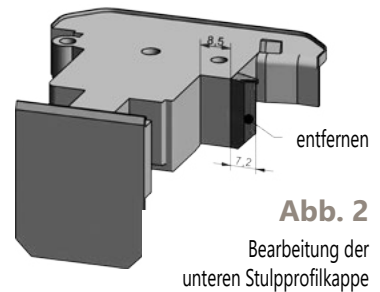

Abb. 2
- Die untere Stulpprofilkappe ist gem. nebenstehendem Bild vorzubereiten (Abb. 2).